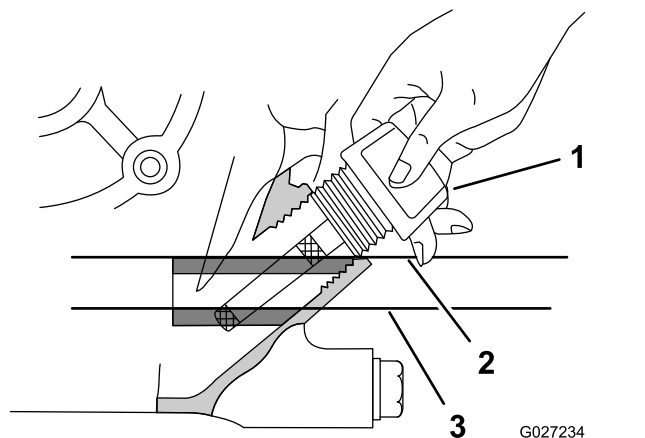

Figura 14
5. Inserite l'asta di livello dal motore, come illustrato nella Figura 14.
6. Togliete l'asta di livello dal collo del bocchettone e osservate il livello dell'olio sull'asta (Figura 14).
- Nota:** Il livello dell'olio motore deve coprire l'area tra i punti indicati con tacche sull'asta (Figura 14).
8. Serrate manualmente l'asta di livello nel collo del bocchettone (Figura 14).
4. Togliete l'asta di livello dal motore e pulitela con un panno pulito (Figura 14).